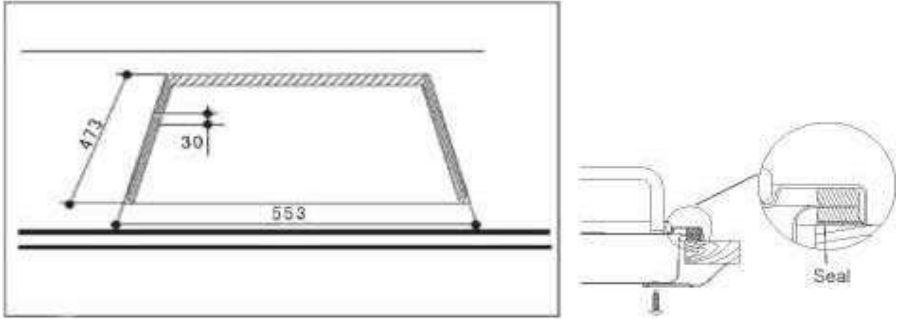

Рис.6
- 4) Коли гвинти будуть затягнуті, надлишок ущільнення може бути видалений. (Див. Рис.6)